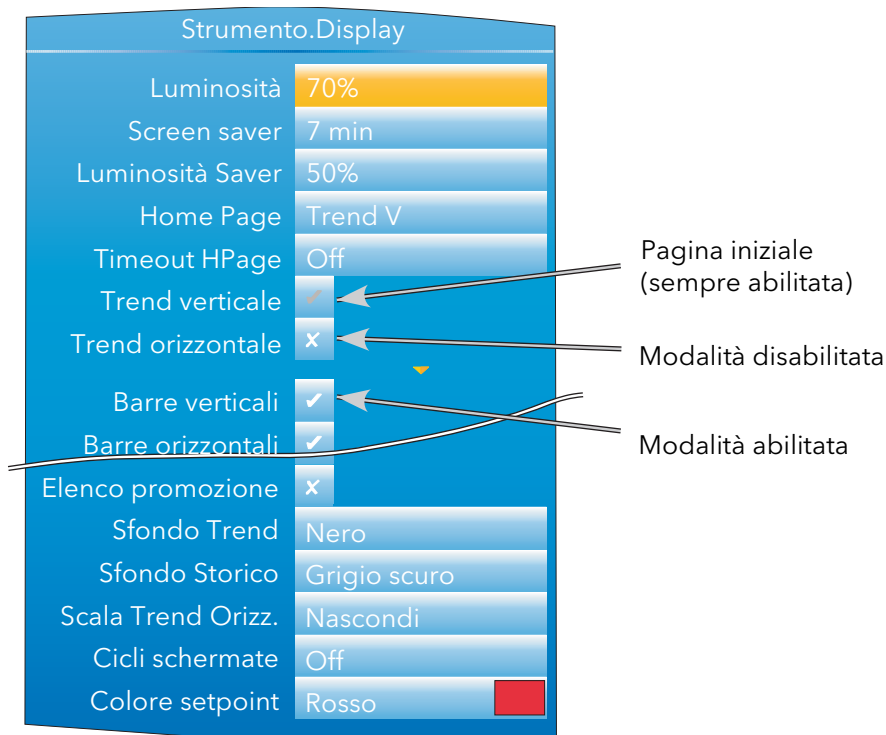

Figura 4.1.3 Menu Display (ampliato per mostrare tutti i campi)
- Home Page** Permette di selezionare come pagina iniziale qualsiasi modalità di visualizzazione. Questa è la pagina visualizzata dal registratore all'accensione e anche la pagina visualizzata quando si seleziona "Home" nel menu di livello superiore (paragrafo 3.3). La modalità di visualizzazione selezionata (Trend verticale nella Figura 4.1.3) è sempre abilitata nei successivi campi visualizzati (il segno di spunta appare di colore grigio e non può essere modificato). Consultare il paragrafo 3.4 per una descrizione delle diverse modalità disponibili.